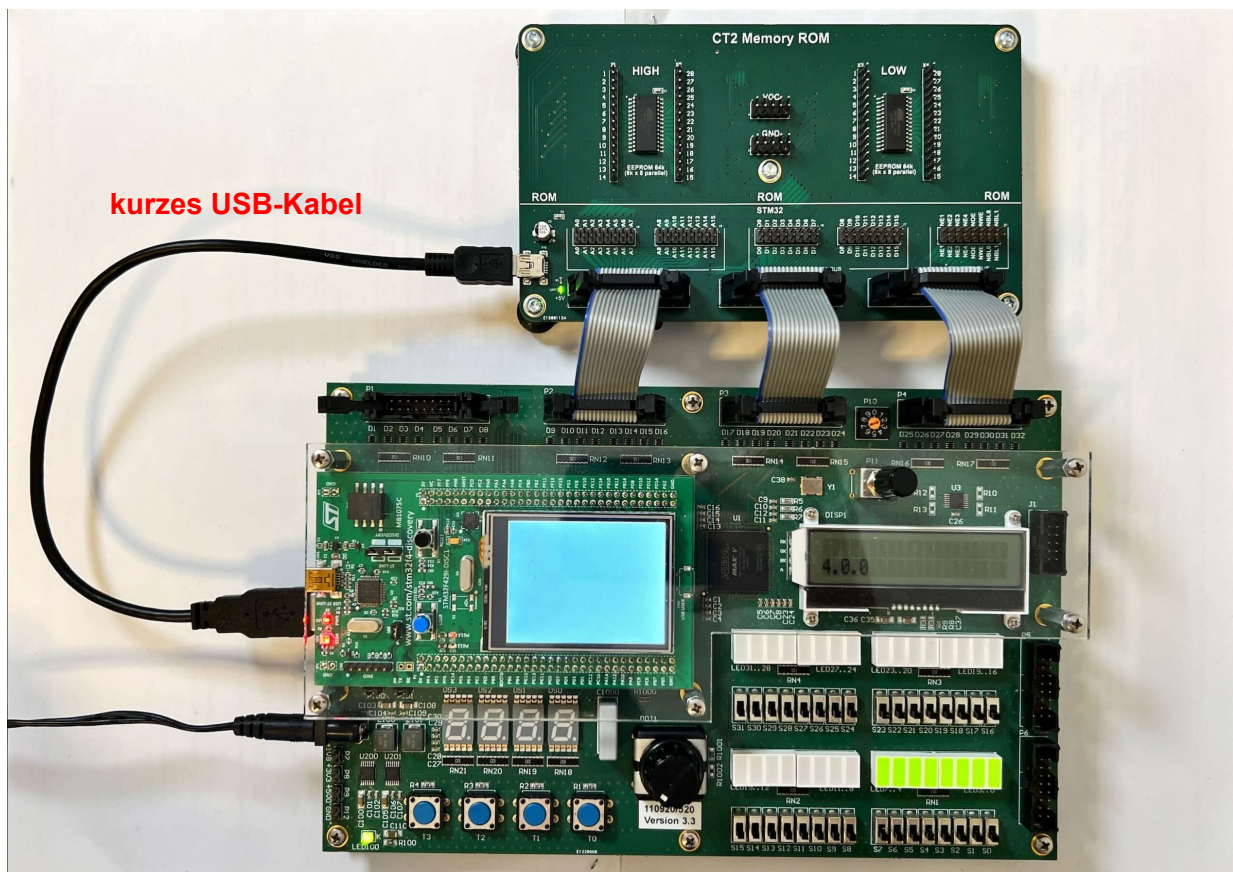

Abbildung 5: Anschluss der Speisung über USB
- c) Vervollständigen Sie die Schaltung auf dem ROM Board mittels Jumper-Kabel. Das ROM Board kann über den USB Port des CT-Boards gespeist werden. Siehe Abbildung 5. Die Pinbelegung der Speicherbausteine finden Sie im Schaltschema des ROM Boards (CTP_ROM_Board_Schema.pdf) oder im Datenblatt (AT28C64B.pdf).